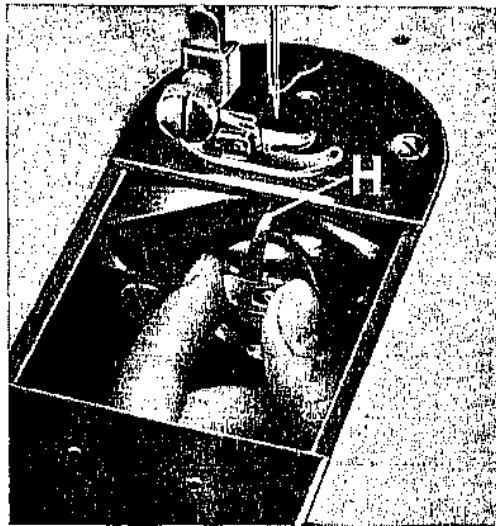

Abb. 4
3. Gemäß Abb. 4 Spulenkapsel mit Daumen und Zeigefinger herausziehen.
7. Kapsel mit Spule bei hochstehender Nadelstange auf den Zentralpulengreiferstift stecken und so drehen, daß das Kapselhorn H (Abb. 4) über dem Ausschnitt der Greiferbahn steht.